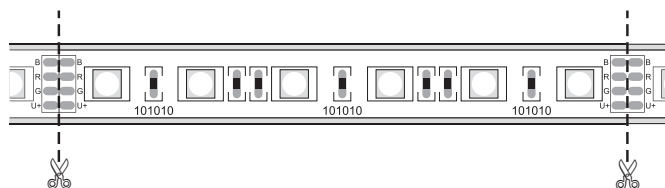

Bild 1
2. LED-Platine, falls erforderlich, kürzen (Bild 1).
LED-Platinen können jeweils nach **sechs** LEDs getrennt werden (Bild 1).